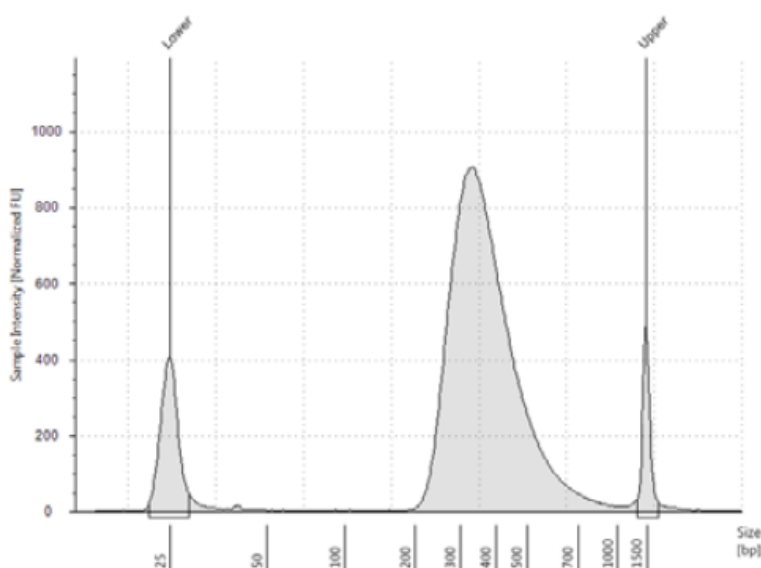
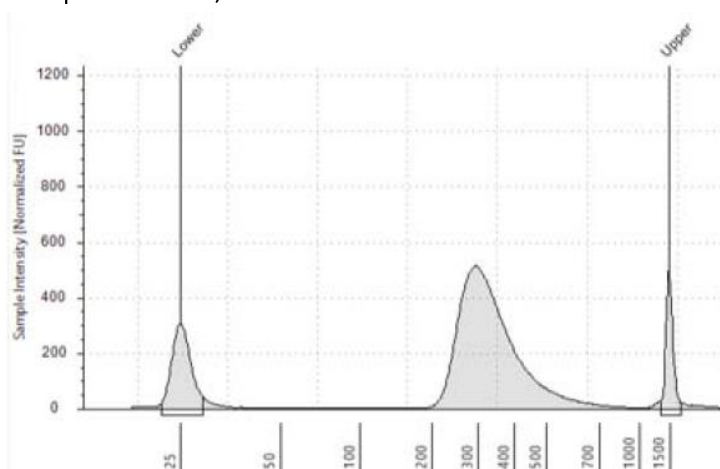
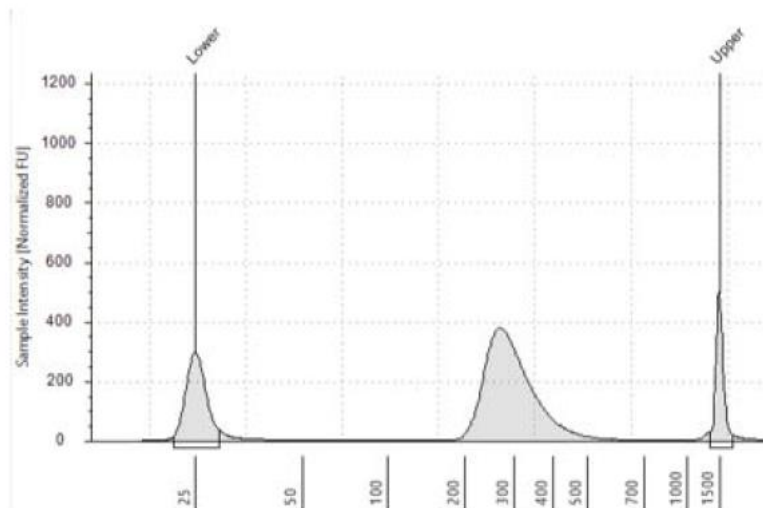

図 5 高品質な gDNA サンプルから調製したキャプチャ後のライブラリ (High Sensitivity D1000 ScreenTape アッセイ)
図 6 典型的な FFPE 由来 gDNA サンプルから調製したキャプチャ後のライブラリ (High Sensitivity D1000 ScreenTape アッセイ)
図 7 低品質な FFPE 由来 gDNA サンプルから調製したキャプチャ後のライブラリ (High Sensitivity D1000 ScreenTape アッセイ)
FFPE DNA	200 to 400 bp (see Figure 6 and Figure 7 for sample electropherograms)
- 泳動終了後のエレクトロフェログラムで、想定されるサイズの DNA フラグメントが得られているか確認します（表 39 を参照してください）。TapeStation システムで得られた、2 x 100 bp リード用に断片化した DNA から調製したライブラリの泳動例は図 5（高品質 DNA から調製したライブラリ）、図 6（中程度の品質の FFPE DNA から調製したライブラリ）、図 7（低品質の FFPE DNA から調製したライブラリ）に示されています。